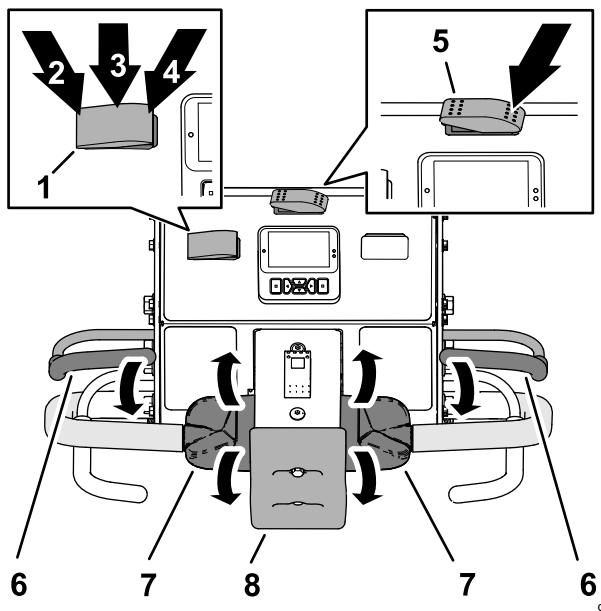

図 74
1. 移動走行・エアレーション切り替えスイッチを移動走行位置にする図 74。